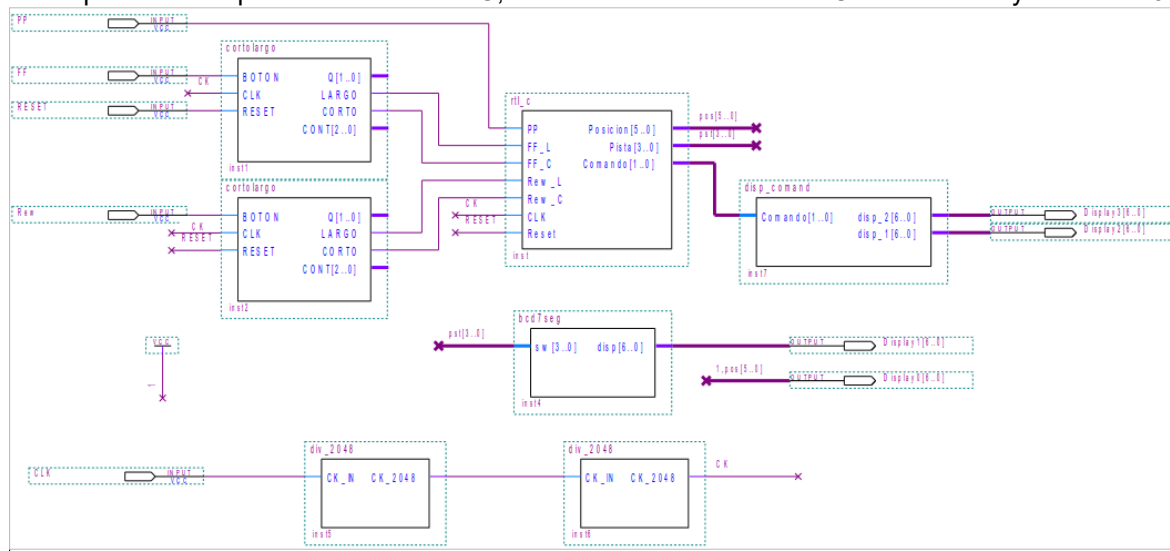

Figura 3. Circuito de prueba de la parte c)
En esta parte, se debe diseñar un circuito **RTL_C** que funcione en forma idéntica al diseñado en la parte b), y que además incorpore las funciones de retroceso y salto al episodio anterior, teniendo en cuenta el mismo tipo de comportamiento que en avance. Para esto se deberán agregar las entradas **Rew_L** y **Rew_C** para cada función, respectivamente. En la figura 3 se puede ver cómo será utilizado **RTL_C**.
- Generar un proyecto con el circuito de la figura 3, donde *RESET* se conectará al switch SW9, *PP* al switch SW0, *FF* al pulsador 1, *Rew* al pulsador 2 y *CLK* al reloj de la placa DE0. Las salidas se conectarán al display 7 segmentos como es habitual.